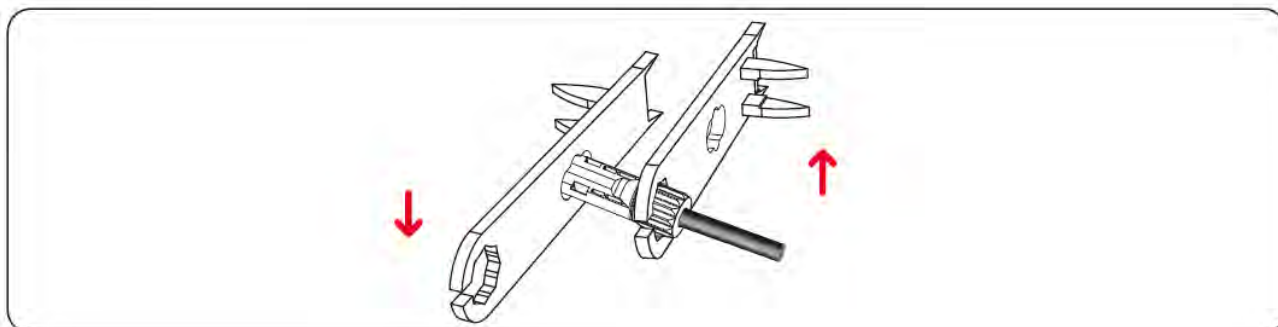

Figura 5.14 Connettori di bloccaggio
**Fase 4** Serrare i dadi di bloccaggio sui connettori positivo e negativo utilizzando una chiave di rimozione, come illustrato nella Figura 5.14.